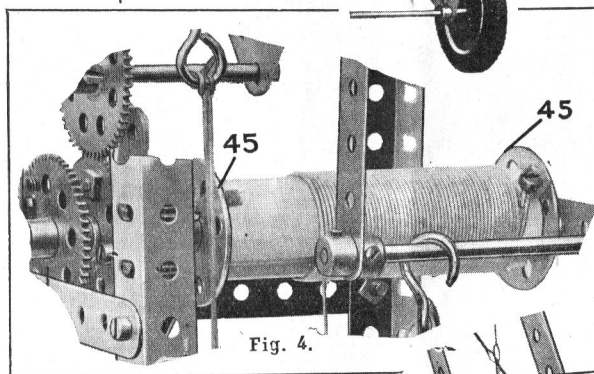

Fig. 4.
Les Rouleaux de Bois et les Rouleaux de Sable (pièces N° 106 et 106 a), destinés principalement à la construction du modèle de Métier, s'emploient souvent aussi comme tambours de treuils dans les Modèles d'appareils de levage. Les Rouleaux des deux types sont pourvus à leurs extrémités d'enfoncements ronds et de fentes permettant d'y loger des Colliers ou des bosses de roues avec leurs vis d'arrêt. Chaque Rouleau est livré avec deux Colliers fixés à une Tringle de 11 cm  $\frac{1}{2}$ . Le Rouleau de Bois est également muni d'une rainure parallèle à son axe qui sert à y fixer le tissu au moyen d'une courte Tringle. On peut obtenir un excellent tambour de treuil en fixant une Roue Barillet à chaque extrémité d'un Rouleau de Bois (voir les Roues Barillets (45) sur la Fig. 4).